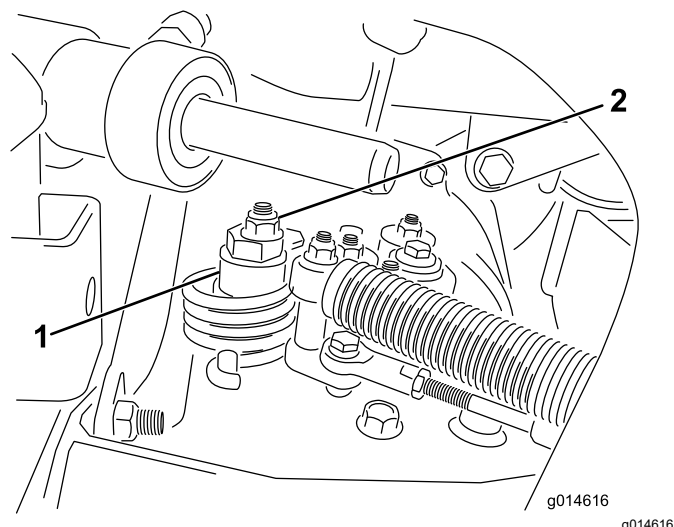

Figure 39
- A. Desserrez l'écrou de fixation de l'excentrique en haut de l'hydrostat (Figure 39).
- C. Tournez l'excentrique jusqu'à ce que la roue ne tourne plus dans aucune direction. Lorsque la roue s'arrête de tourner, serrez l'écrou pour bloquer l'excentrique et le réglage (Figure 39). Vérifiez le réglage avec la commande d'accélérateur à la position BAS RÉGIME, puis HAUT RÉGIME.